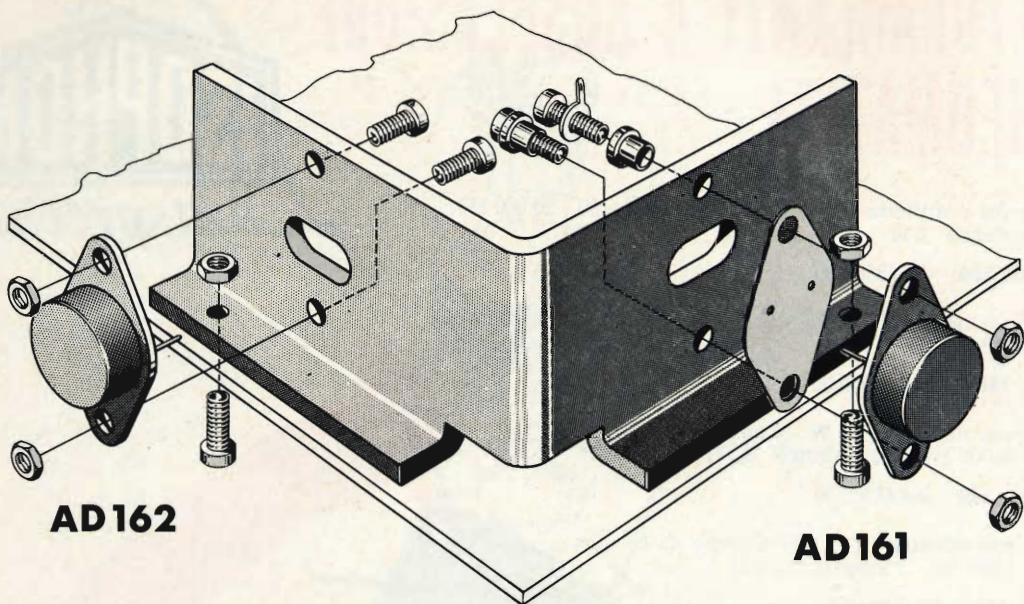

Fig. 5 - Montaggio dei transistor TR1 e TR2 al rispettivo dissipatore.
- Montare i transistor TR1-TR2 al dissipatore come da fig. 5 e successivamente fissare il tutto alla basetta c.s. con relative viti, quindi collegare i fili saldati precedentemente ai punti e - b - c di TR1 e - b di TR2 ai terminali dei